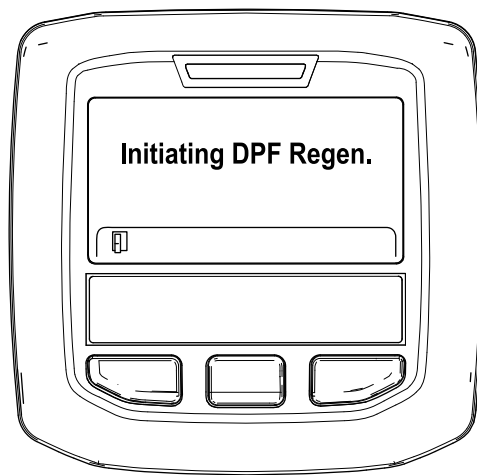

Figura 44
- A. Surge a mensagem "Initiating DPF Regen. (A iniciar Regen. DPF.)" (Figura 44).